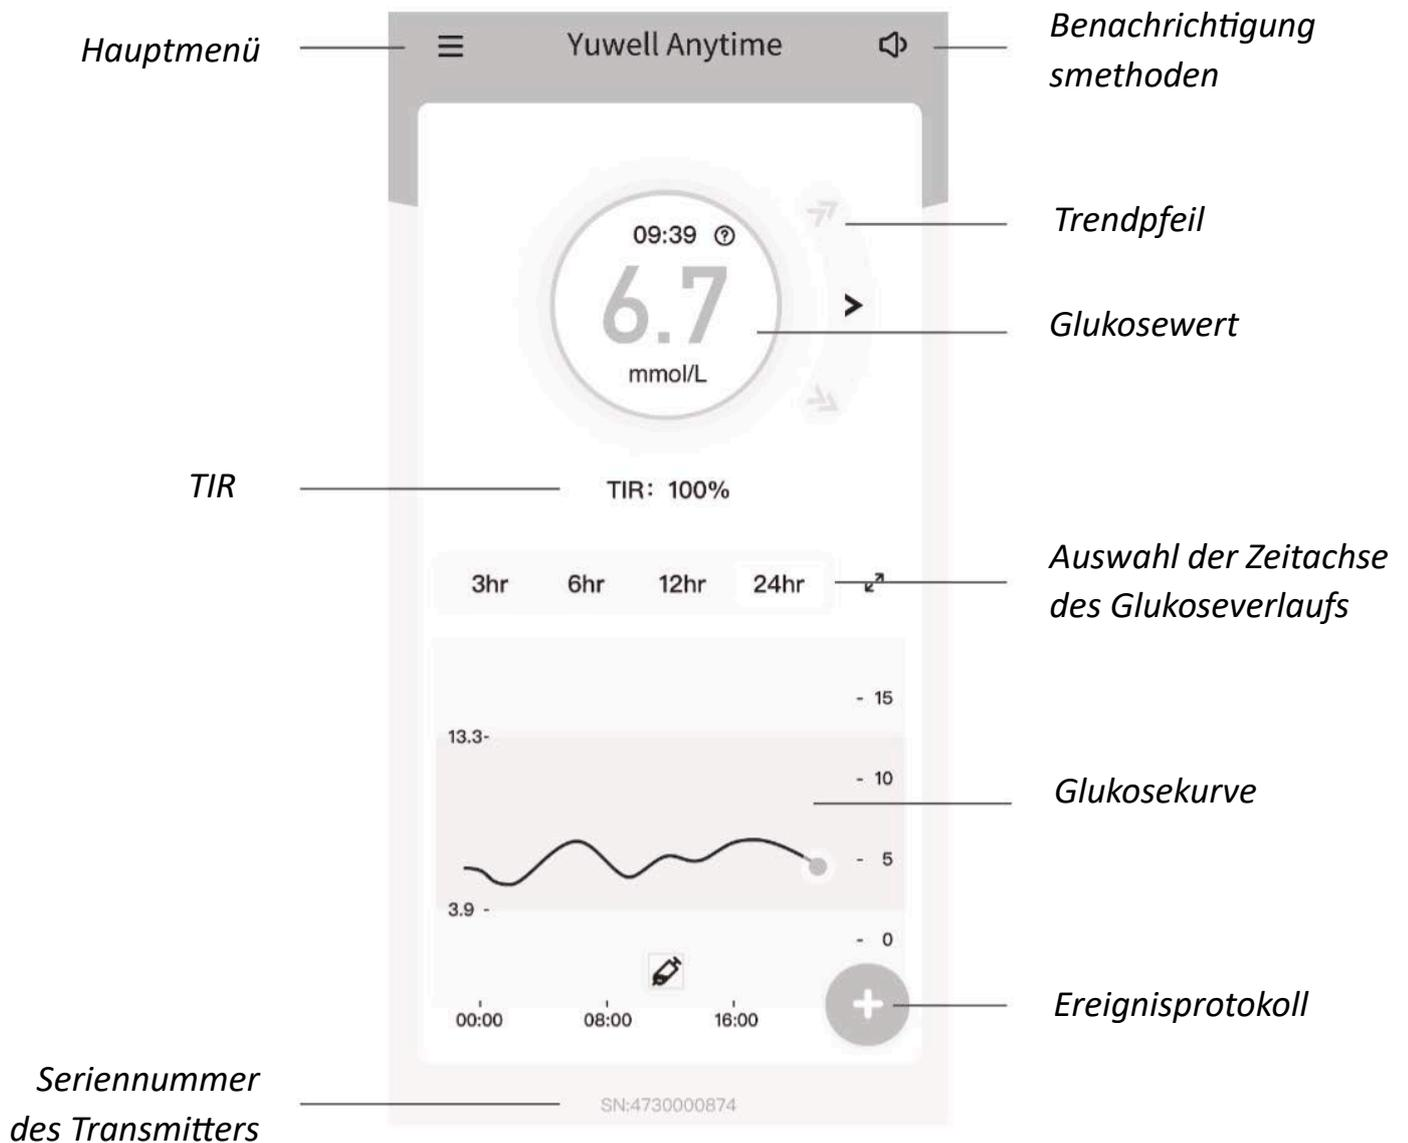

Abbildung 15.
8) DIE HAUPTBENUTZEROBERFLÄCHE VON ANYTIMEWELL (YUWELL ANYTIME) IST IN ABBILDUNG 15 DARGESTELLT